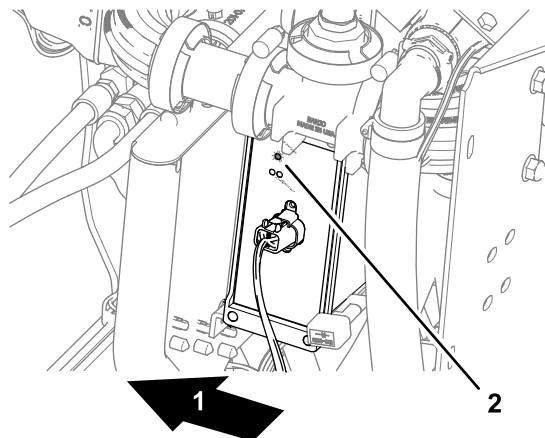

図 157
- ブーム自動コントローラSTATUS インジケータが点灯する 図 157。